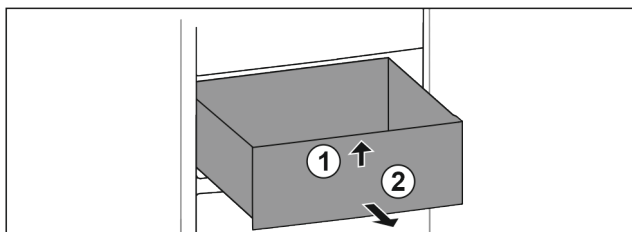

Fig. 112
- Schubfach vorne anheben. Fig. 112 (1)
- Schubfach nach vorne entnehmen. Fig. 112 (2)